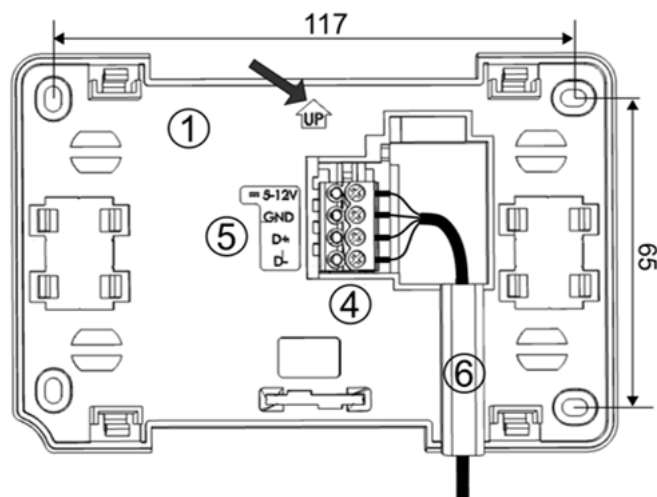

Abb. 4: Bohrbild des Montagerahmens und Kabelanschluss
- ➔ Schließen Sie das Verbindungskabel gem. Abb. 4 an die Schraubklemme ④ an.
- ➔ Verlegen Sie das Verbindungskabel entweder in der Wand oder – gem. Abb. 4 – in einem Kabelkanal ⑥.
- ➔ Befestigen Sie den Montagerahmen mit den Schrauben aus dem Lieferumfang gem. Abb. 4 an der Wand.